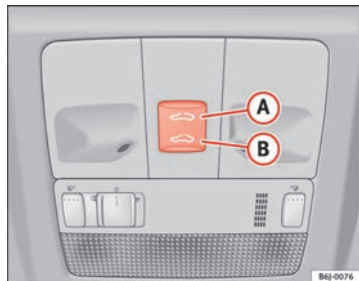

Abb. 52 Panoramadach / Ausstelldach
- Wird der Taster **(B)** ⇒ Abb. 52 ⇒ **(A)** betätigt und gedrückt gehalten, führt das Dach die Schließbewegung aus, bis der Taster wieder losgelassen wird.